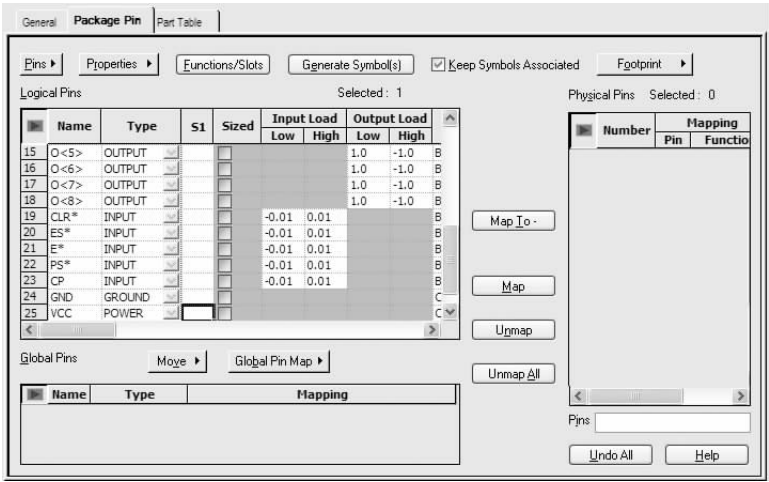

图 2-86 “Package Pin” 选项卡
1) 选择 “Package Pin” 选项卡，如图 2-86 所示。在 “Package Pin” 选项卡内单击 **Fgfootprint** 按钮，在弹出的菜单上选择 “Extract from Footprint” 命令，如图 2-87 所示，将弹出 “pdv” 对话框，如图 2-88 所示。